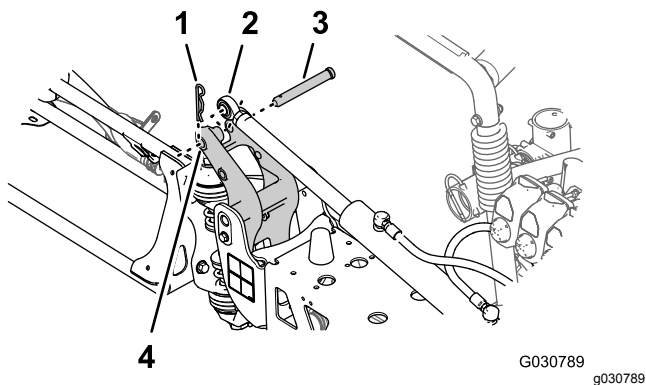

Bild 101
6. Fluchten Sie das Stangenende des Hubzylinders mit dem Loch (5 mm) im Horn des Drehzapfen-Anschlussstückes aus \(Bild 101\)
7. Befestigen Sie den Hubzylinder mit dem Lastösenbolzen und Splint \(Bild 101\), die Sie in Schritt 3 in Entfernen des Hubzylinders \(Seite 30\) entfernt haben, am Drehzapfen-Anschlussstück.